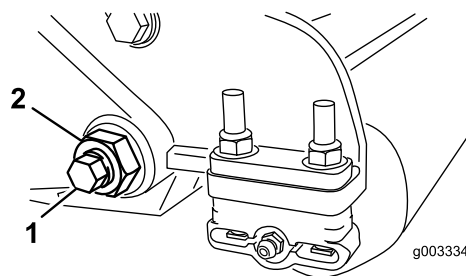

Bild 31
3. Lösen Sie an jeder Seite der Maschine die Sicherungsmutter, mit der die Schraube des Untermesserträgers befestigt ist (Bild 31).
4. Nehmen Sie jede Schraube des Untermesserträgers ab, damit der Untermesserträger nach unten gezogen und von der Schneideinheit entfernt werden kann (Bild 31).